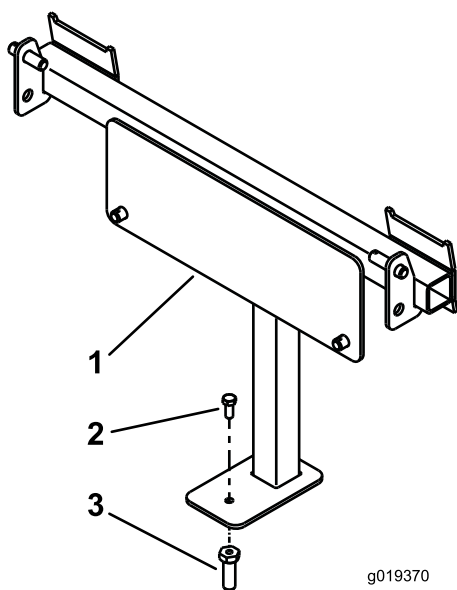

Figure 4
3. Placez la goupille d'attelage dans le trou du cadre du collecteur avec un boulon (5/16 x 3/4 pouce) (Figure 4).